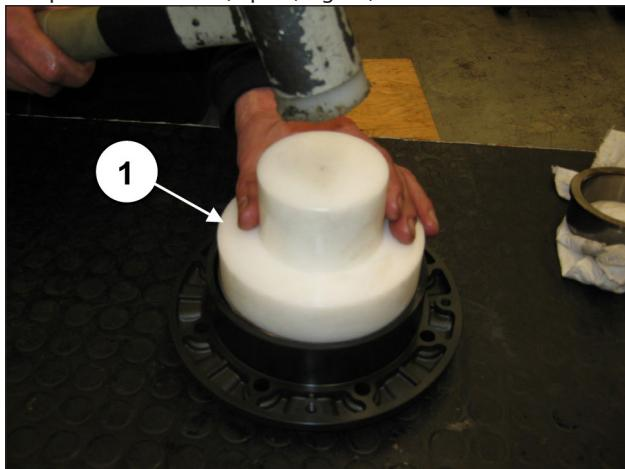
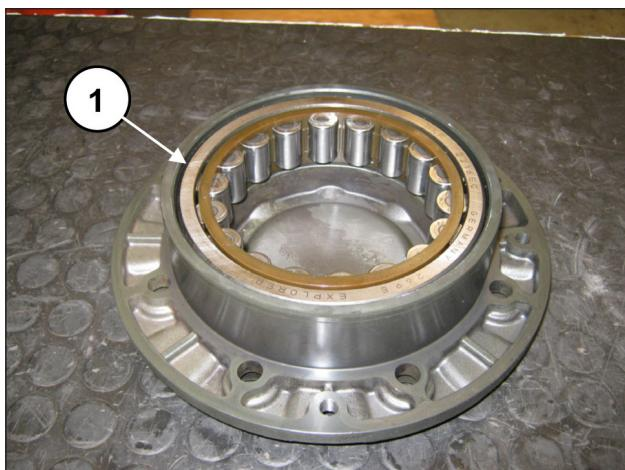

Fig. 57
Fig. 58
Répéter l'opération sur le carter du cache en pré-montant la bague extérieure du roulement de vilebrequin à l'aide de l'outil réf. 27605000 (rep. ①, Fig. 57) jusqu'à ce qu'il soit complètement inséré (rep. ①, Fig. 58).